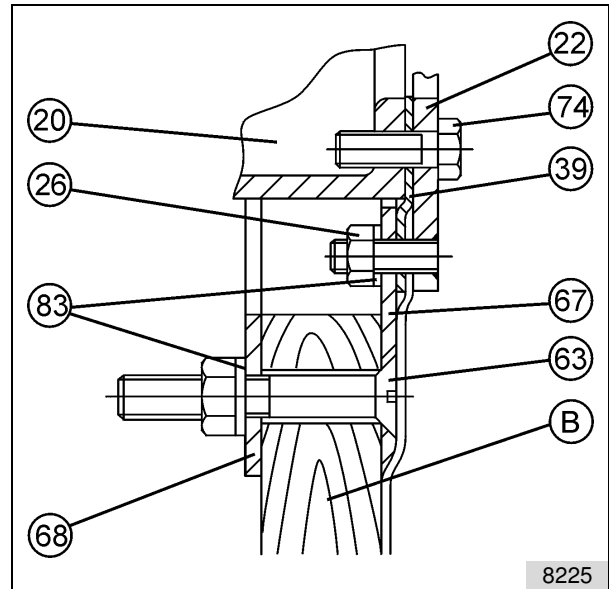

Abb. 18: Detail aus Abb. 17
*N* Detail siehe Abb. 18
Den Einbausatz (92) am Klemmring (22) mit den Schrauben (74) montieren. Siehe auch Detail „N“ in Abb.18.